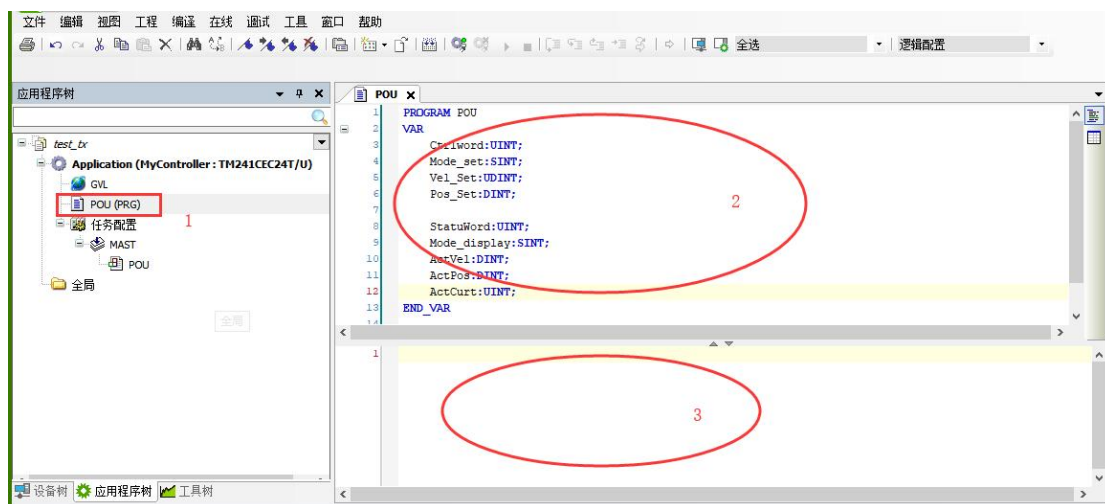

图 7-20 编写 POU 程序
2) 双击 POU，如下图 7-20，在“2”区域定义变量，在“3”区域处编写逻辑程序，然后点击编译，确认没有报错，再进行下一步。